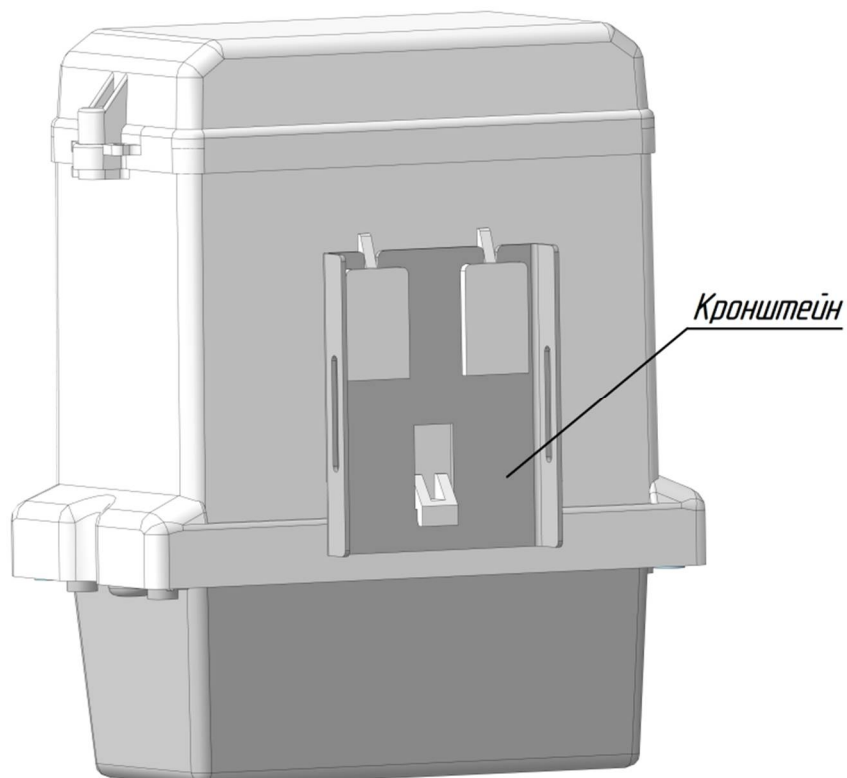

Рисунок 2 – Правильное положение счетчика на кронштейне (линия ВЛ и лента крепежная не показаны)
- г) установить счетчик на кронштейн, продев элементы фиксации корпуса в пазы и отверстие кронштейна. Правильное положение счетчика на кронштейне см. рис. 2;